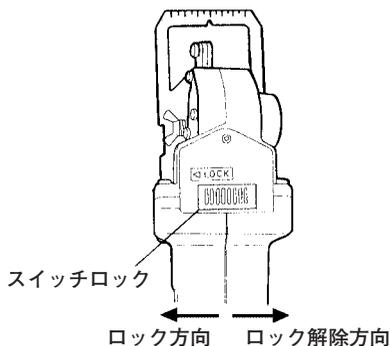

図 9
- 本機を運転するときは、まずスイッチロックを右に動かし、スイッチのロック状態を解除してください。(図9)
- 使用後は必ずスイッチをロック (LOCK) してください。(図9)